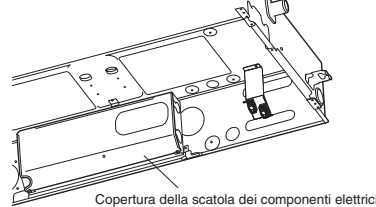

Fig. 7-9
- (1) Rimuovere il coperchio dalla scatola dei componenti elettrici. (Fig. 7-9)